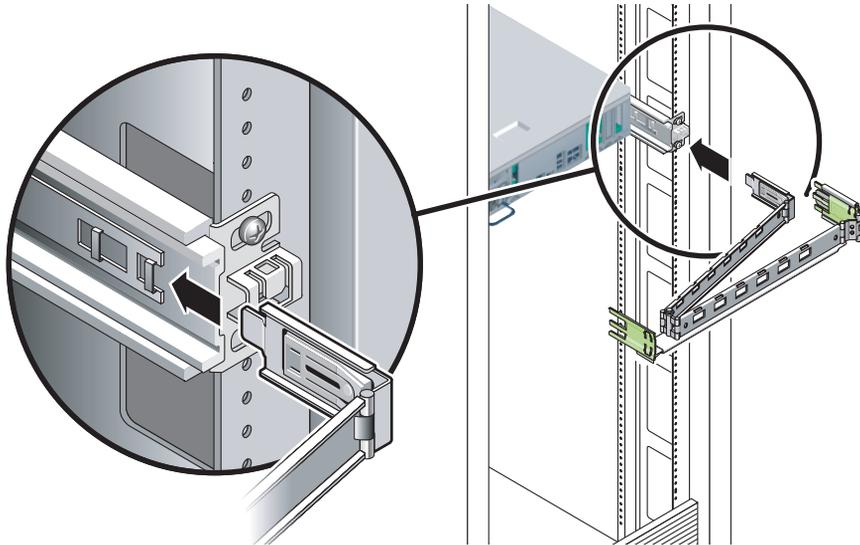

ABBILDUNG 3-31 Anbringen des inneren Kabelführungsverbindungsstücks
2. Setzen Sie die kleinere Kabelführungsverlängerung in den Clip am Ende des Montagebügels ein (ABBILDUNG 3-31).